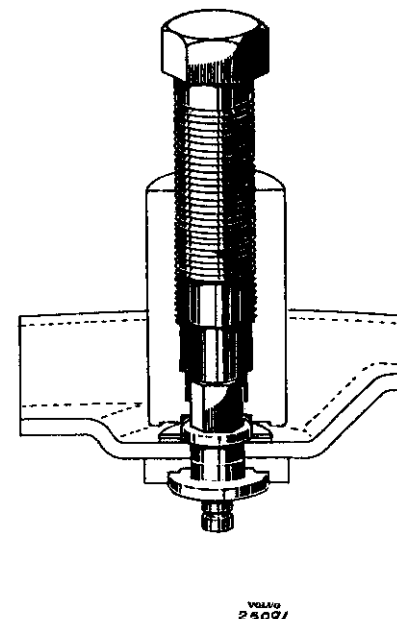

Abb. 25 Werkzeug abziehen
4. Mit Abdrückschraube Werkzeug abziehen, siehe Abb. 25.